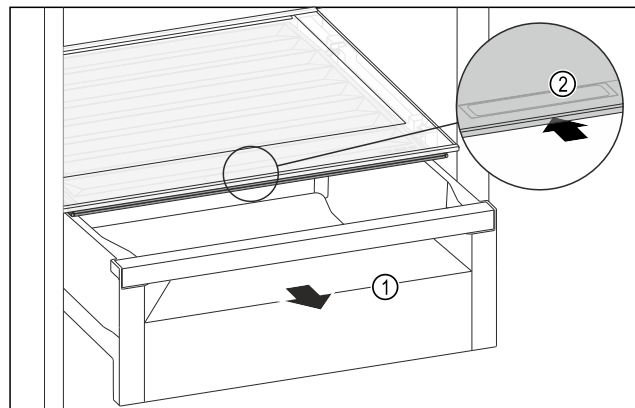

Fig. 104
- ▶ Извлеките выдвижной ящик *Fig. 104 (1)*.
- ▶ Возьмитесь за утопленную ручку *Fig. 104 (2)* на крышке отделения и одновременно введите крышку отделения назад.